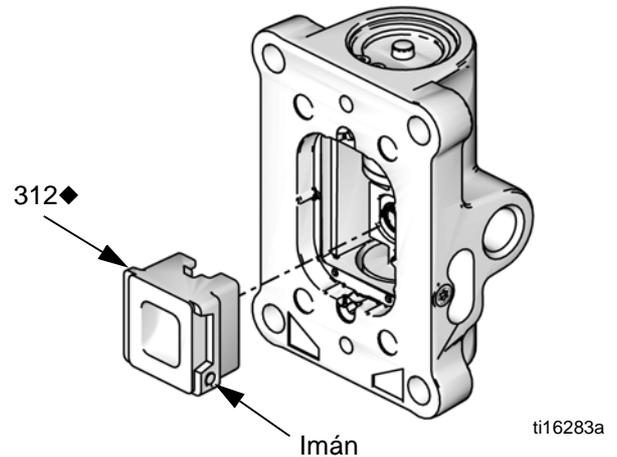

FIG. 11. Instalación de la copa de la válvula de aire
7. Instale el resorte (311♦). Lubrique e instale la copa de la válvula de aire (312♦), consulte la FIG. 11. Alinee el pequeño imán redondo con la entrada de aire.